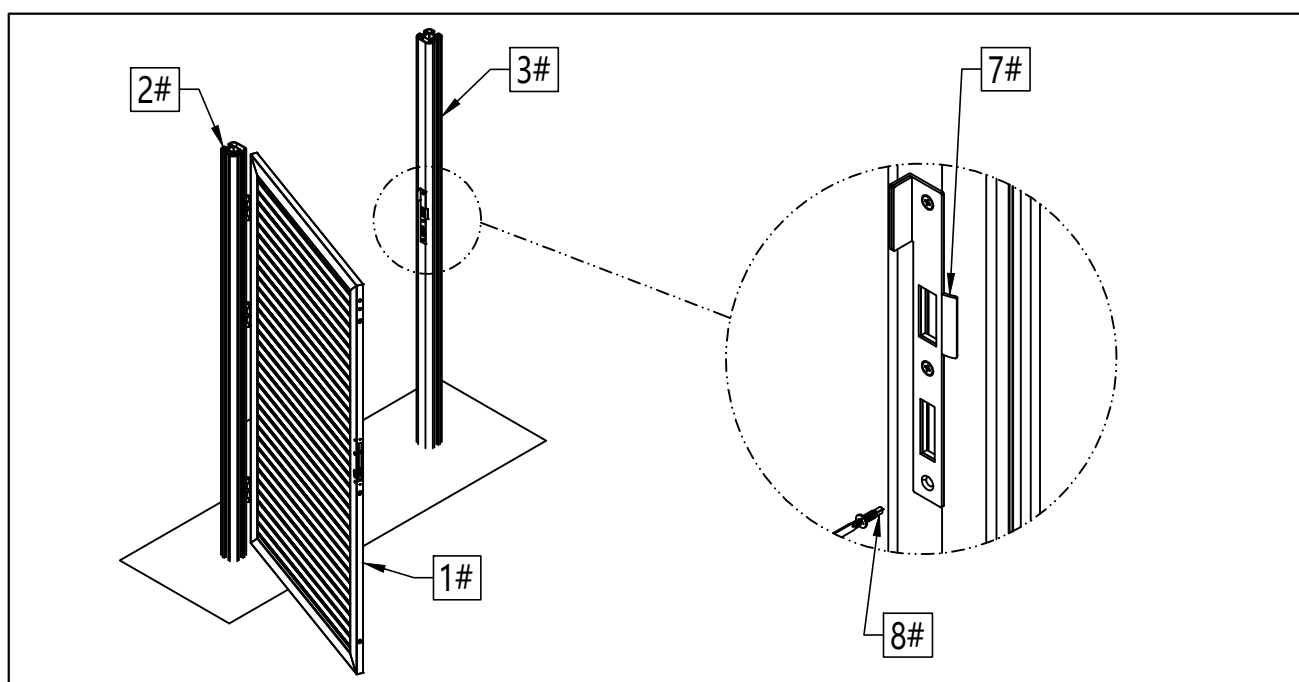

Abbildung 9
- 9 Setzen Sie das Schließblech (7#) auf den Torpfosten (3#) und befestigen Sie es mit den Schrauben (8#), wie in Abbildung 9 dargestellt.